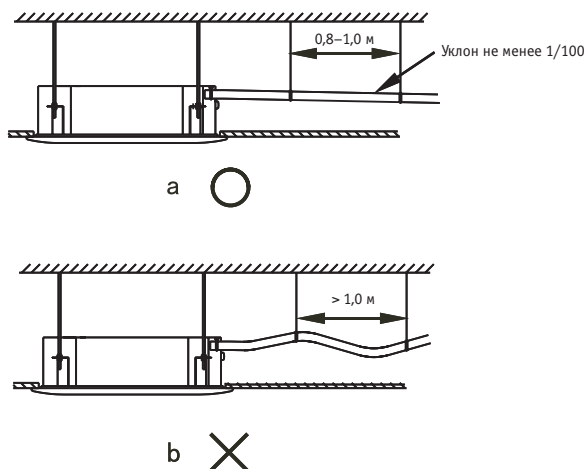

Рис. 5-2
4. Во избежание течи воды обратно в кондиционер, дренажная труба должна иметь уклон наружу (в направлении слива), уклон должен быть более 1/100. Труба не должна иметь подъемов, перегибов и т. п. (см. рис. 5-2а).
6. При монтаже дренажных труб см. рис. 5-2.